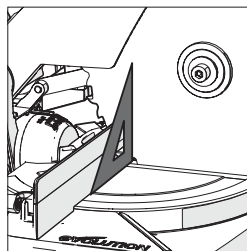

Fig. 9
- Coloque la escuadra en la mesa, con un borde corto contra la mesa y el otro borde corto contra la hoja (evitando las puntas de CT de los dientes de la hoja) (Fig. 9).